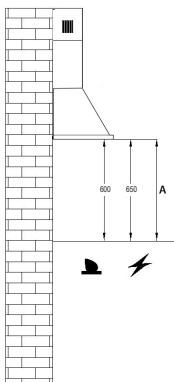
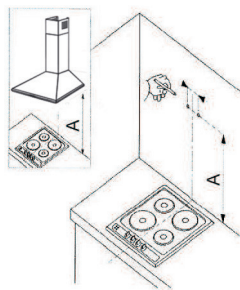

Рис. 4
Рис. 6
Если Вы используете газовую плиту или газовую поверхность, расстояние «А» между нижней частью вытяжки и поверхность для приготовления пищи рекомендовано не менее 65 см, если электрическая не менее 60 см (Рис.4). Во время монтажных работ следует соблюдать действующие положения по отводу воздуха. Когда вытяжка используется одновременно с устройствами сжигания газа или другого топлива, в помещении должна быть надлежащая вентиляция.
- Приложите корпус вытяжки к стене (рис. 6), сохраняя минимальное 65 см для газовых и 60 см для электрических плит между нижним краем вытяжки и поверхностью для приготовления пищи (рис. 4).